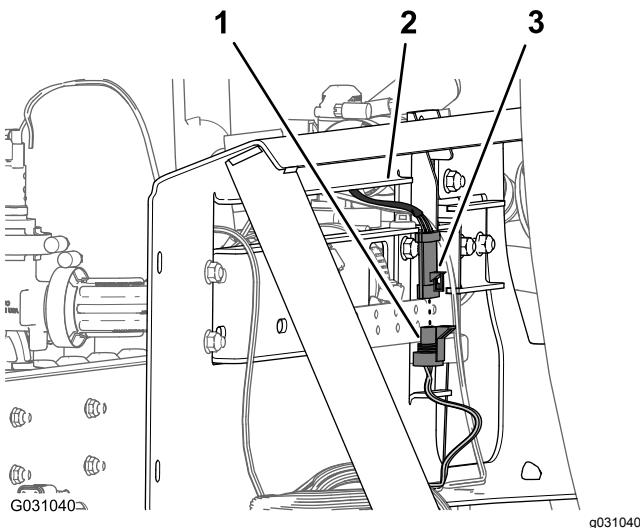

Figura 103
6. Collegate il connettore a 3 pin per il cablaggio della valvola dell'agitatore al connettore a 3 prese della diramazione del cablaggio preassemblato da 203 cm contrassegnato con **Valvola dell'agitatore** (Figura 103).